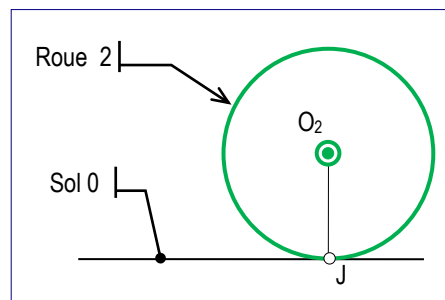

fig. 6
- Soit la roue 2 qui roule sur le sol 0 (fig. 6). Au point de contact J on considère trois points distincts :